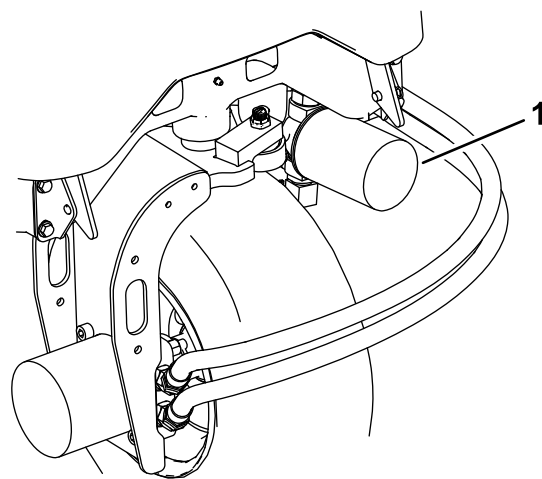
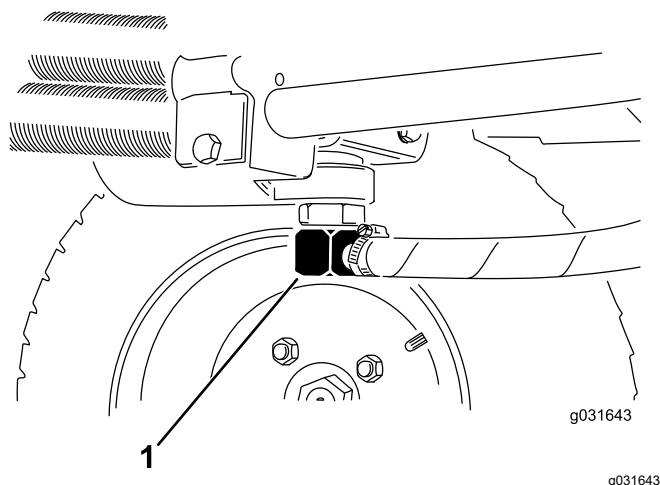

Figure 65
Figure 66
3. Nettoyez la surface autour de la zone de montage du filtre et déposez le filtre (Figure 65).
2. Débranchez la conduite hydraulique ou enlevez le filtre hydraulique et laissez couler l'huile dans un bac de vidange (Figure 65 et Figure 66).
3. Rebranchez la conduite hydraulique quand la vidange est terminée (Figure 66).